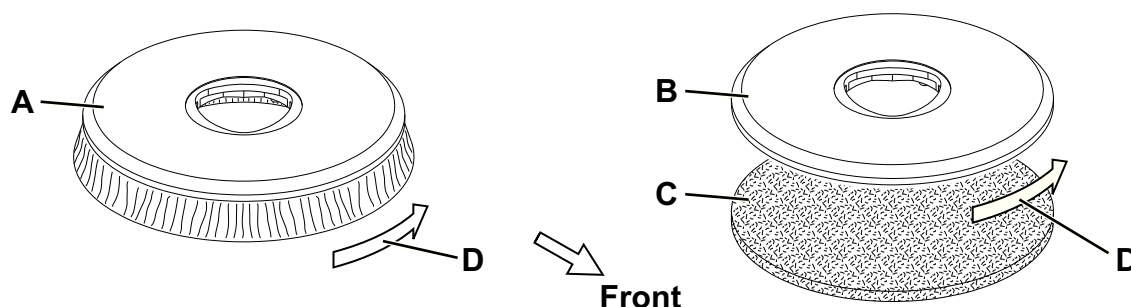

Рис. 1
Используйте либо щетку (А, Рис. 1) или прокладкодержатель (В и С) в соответствии с типом очищаемого пола.
1. Поднимите платформу щетки/прокладкодержателя (12), передвинув ручку управления (1).
2. Расположите щетку (А, Рис. 1) или прокладкодержатель (В) под платформой.
3. Опустите платформу (12) с помощью ручки управления (1).
4. Поверните ручку (32) на одной из указанных программ.
5. Нажмите на кнопку включения (39) вместе с рычагами щетки (40), чтобы зафиксировать щетку/прокладкодержатель. Чтобы удалить щетку/держатель прокладки, выполните следующие действия.
6. Выключите машину, повернув ручку (32) в положение «0».
7. Слегка поднимите платформу машины, подняв рычаг (1), затем вручную выньте щетку/держатель прокладки из гнезда, резко повернув ее/его в обычном направлении вращения (D, Рис. 1).